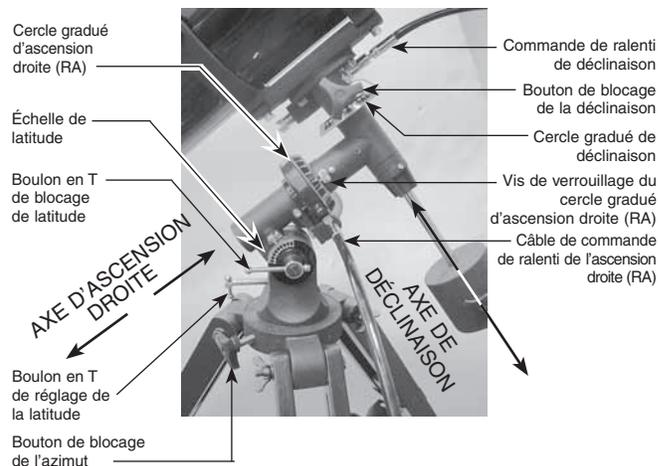

Figure 2. Monture équatoriale du SpaceProbe 130 ST.
6. Orientez la monture équatoriale comme illustré à la figure 2, à une latitude d'environ 40°, c'est-à-dire que le pointeur proche de l'échelle de latitude – située juste au-dessus du boulon en T de blocage de latitude – doit pointer sur la marque « 40 ». Pour ce faire, desserrez le boulon en T de blocage de latitude et tournez-le jusqu'à aligner le pointeur et la ligne « 40 ». Ensuite, resserrez le boulon en T de blocage de latitude. Il convient de repositionner (par rotation) également les axes de déclinaison (Dec) et d'ascension droite (RA). Veillez à desserrer préalablement les boutons de blocage d'ascension droite et de déclinaison. Resserrez les boutons de blocage de l'ascension droite et de la déclinaison une fois la monture équatoriale correctement orientée.
Quand vous observez le ciel durant la nuit, vous avez sans doute remarqué que les étoiles semblaient se déplacer lentement d'est en ouest. Ce mouvement apparent est causé par la rotation de la Terre (d'ouest en est). La monture équatoriale (figure 2) est conçue pour compenser ce mouvement, en vous permettant de « suivre » facilement le mouvement des objets astronomiques, ce qui évite qu'ils ne sortent du champ du télescope pendant que vous les observez.